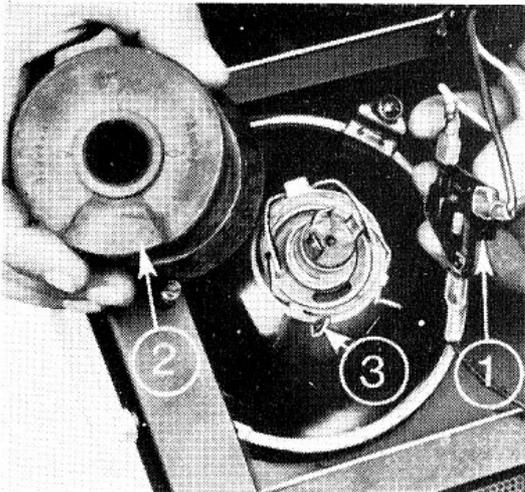

FIG. 37
4. (Fig. 37). Déposer la douille (1), puis l'entourage en caoutchouc (2).
5. Dégager le clip (3), puis déposer l'ampoule.
1. (Fig. 37). Déposer les deux vis (1) et soulever le couvercle (2).